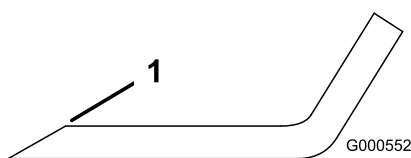

Figura 65
1. Folosii o pilă pentru a ascui marginea de tăiere la ambele capete ale lamei (Figura 65).
**Notă:** Dacă lama nu este echilibrată, pilii numai din capătul suprafeței velice (Figura 65).